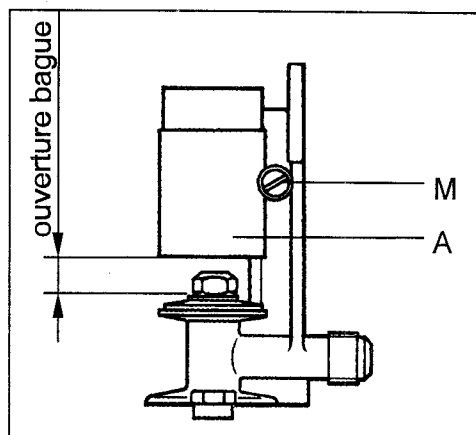

fig. 10
2. Dévissez la vis « M » et soulevez complètement la bague de réglage de l'air « A » (fig. 10) de manière à opérer librement sur l'injecteur.
En desserrant la vis « M », replacez la bague « A » (fig. 10) suivant les indications du « tableau des injecteurs » où l'ouverture de la bague est précisée, selon le brûleur et le type de gaz.